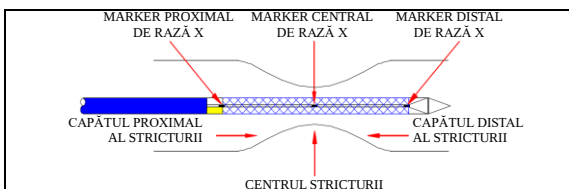

Figura 4
- d) Atunci când markerul central de raze X ajunge în centrul stricturii țintă, continuați să trageți înapoi conectorul până când stentul este complet instalat. (a se vedea Figura 4, 5)
- d) Atunci când markerul central de raze X ajunge în centrul stricturii țintă, continuați să înaintați către conector până când stentul este complet instalat. (a se vedea Figura 4, 6)